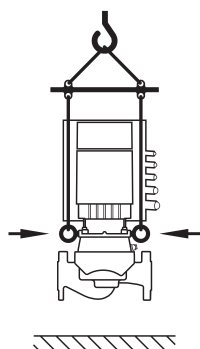

Fig. 8: Transport de la pompe
- La pompe doit être transportée à l'aide d'outils de levage homologués (p. ex. palan, grue, etc.). Ceux-ci doivent être fixés sur les œillets de transport présents sur la bride de moteur (fig. 8, représenté ici : direction de levage avec arbre de moteur vertical).